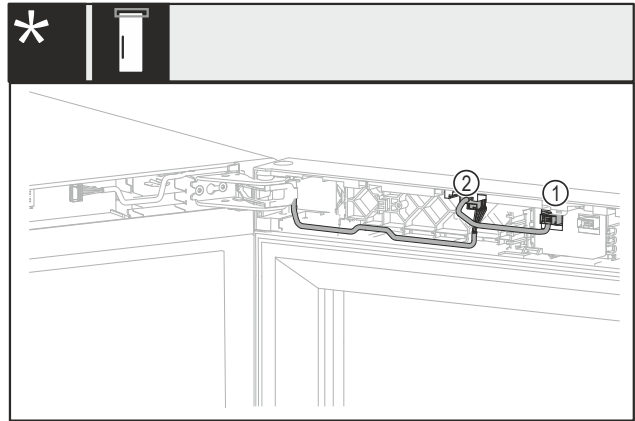

Fig. 19 Zonder slot of met mechanisch slot*
- ▶ Stekker Fig. 19 (1) uittrekken.*
- ▶ Stekker Fig. 19 (2) uittrekken.*